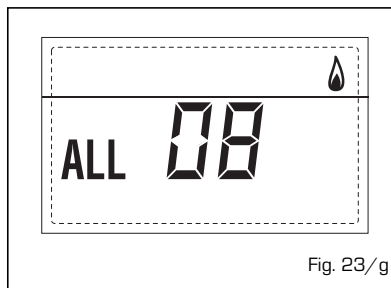

Fig. 23/g
- **ANOMALIA CIRCULAÇÃO ÁGUA "ALL 09" (fig. 23/h)**